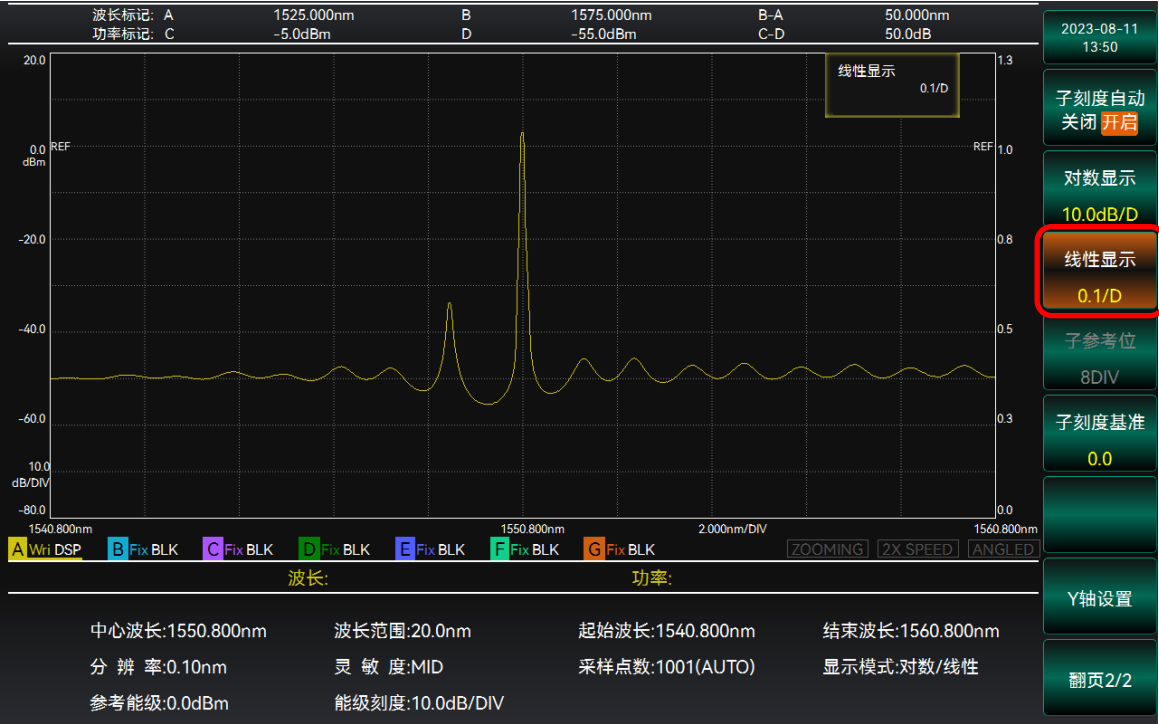

图 3.32 设置子参考线性显示界面
2. 选择【线性显示】，通过旋钮或者数字键输入线性刻度值，完成设置，操作界面如图 3.32 所示。